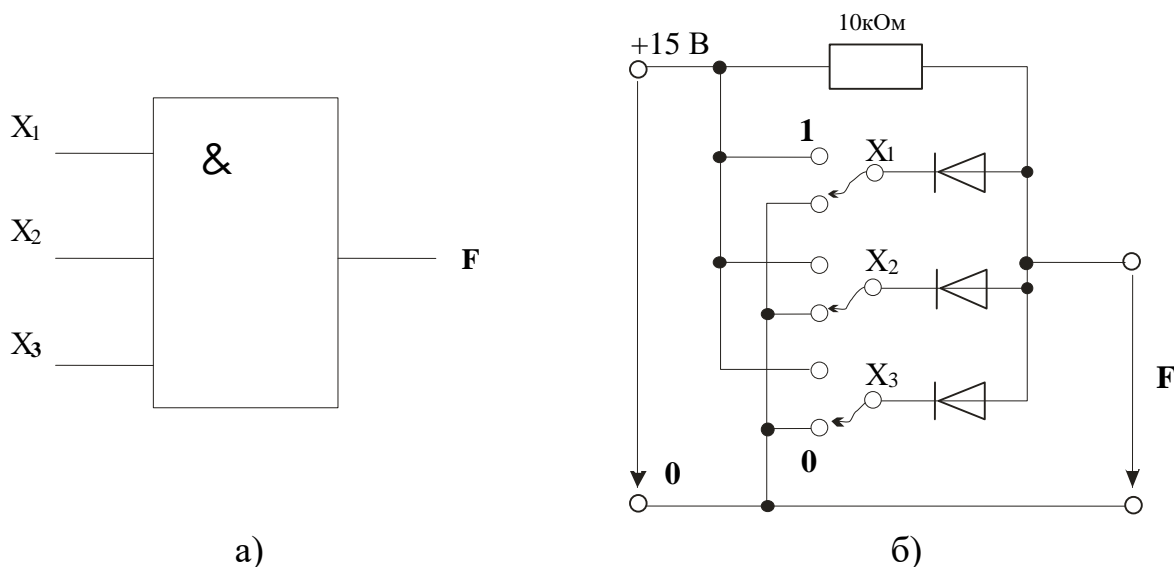

Рисунок 1 – Логический элемент AND с тремя входами
1.1. Соберите цепь согласно схеме (рис. 1, б). Подайте последовательно к входам  $x_1$ ,  $x_2$  и  $x_3$ , как указано в таблице 1: 0 В ≡ сигнал 0 ≡ уровень низкого потенциала, +15 В ≡ сигнал 1 ≡ уровень высокого потенциала.